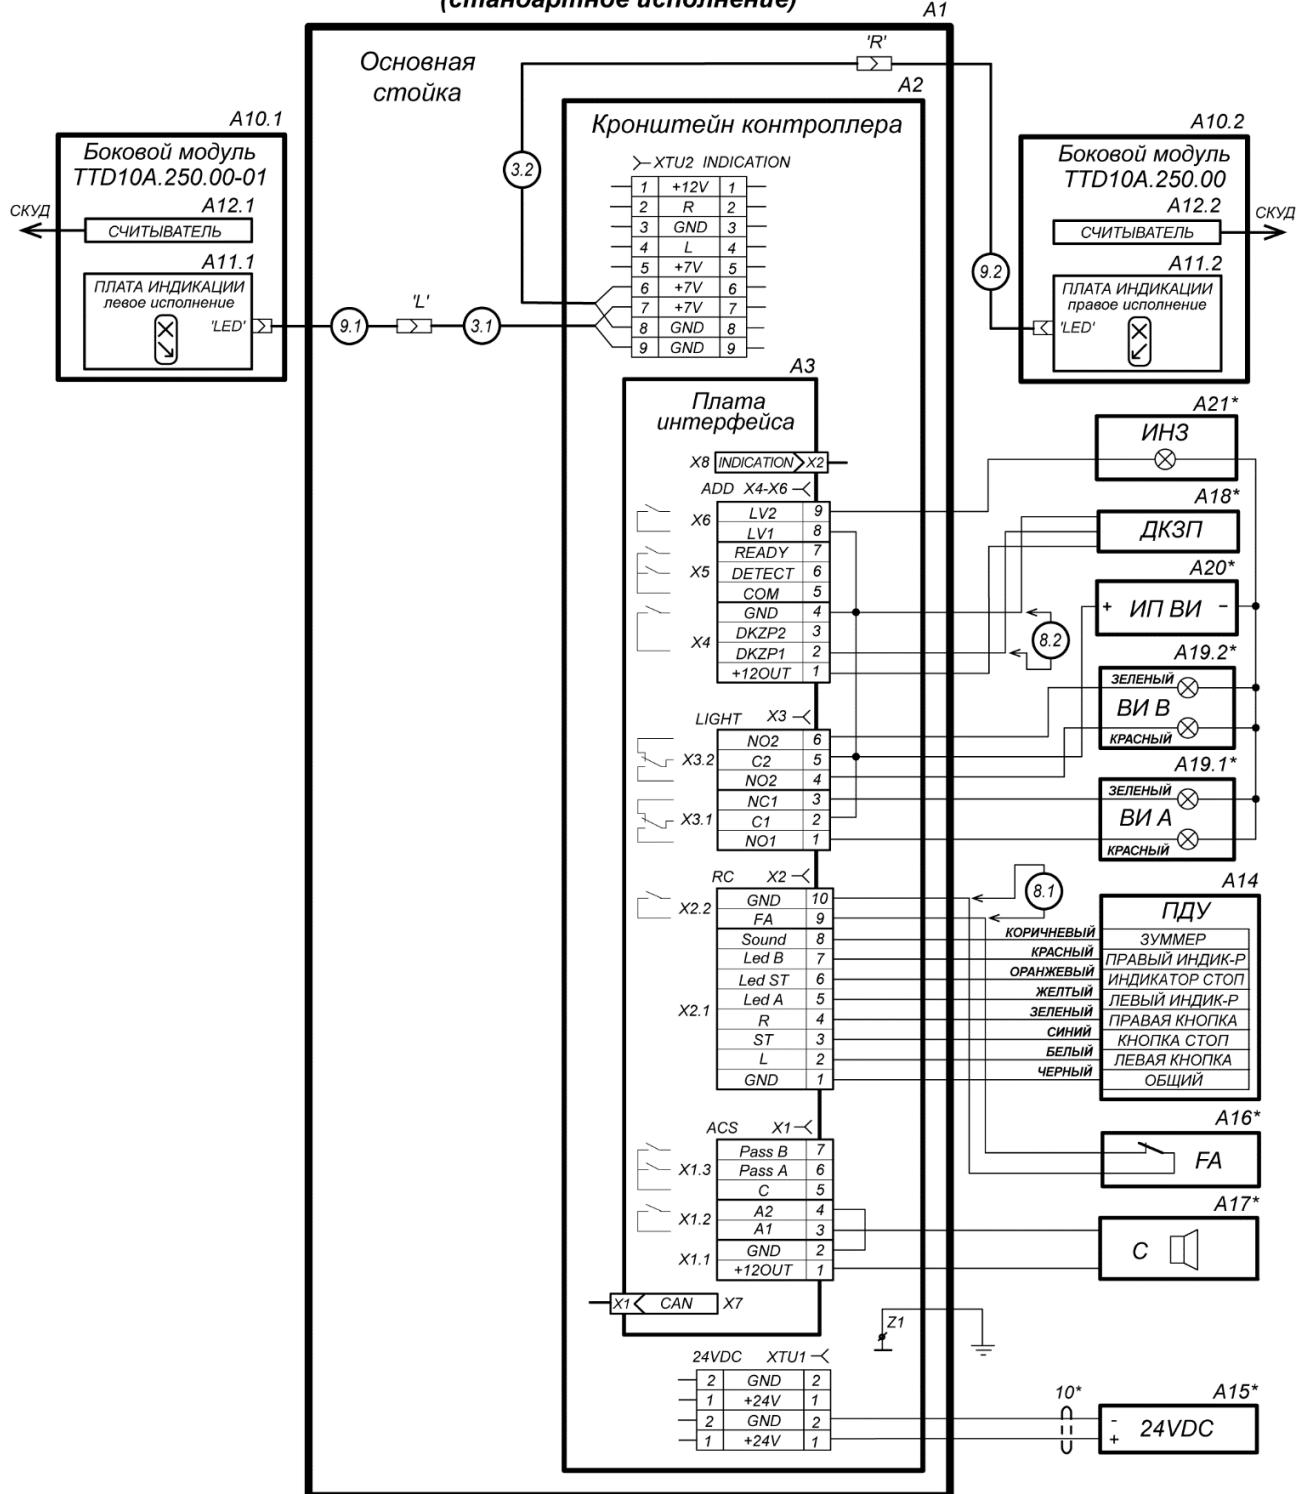

Рисунок 16. Схема соединений турникета и дополнительного оборудования для стандартной модификации PERCo-TTD-12AB¹
Подключение ДКЗП производится к контактам клеммной колодки **X4**, а сирены – к клеммной колодке **X1** платы интерфейса (10) согласно схеме электрических соединений (рис. 16, 17).
¹ Данное оборудование не входит в стандартный комплект поставки.² На схеме рис. 16 показан один из вариантов подключения питания картоприемника, кабель питания в комплект поставки не входит.